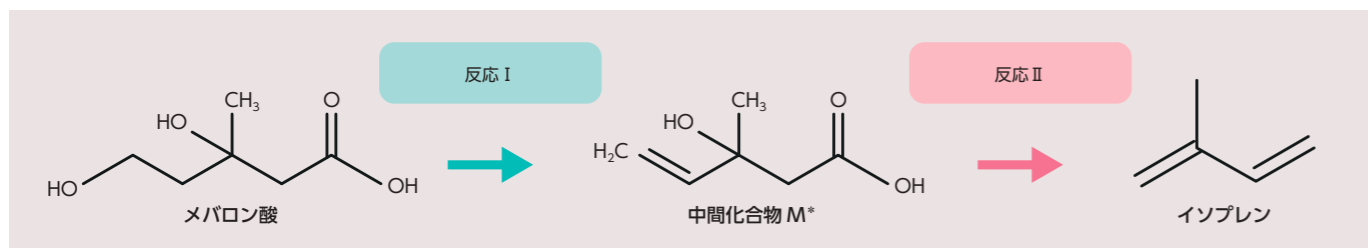

図4 BioProVによって設計したメバロン酸からイソプレレンまでの人工代謝経路
**白井:**目的化合物をイソプレンとしてシミュレーションを行った結果、10を超える人工代謝経路の候補が出てきました。それを二つの観点で絞り込んでいきました。一つ目は、反応の実現性です。具体的には反応の前後でのエネルギーの変化度合いを計算し、目的の反応方向に進みやすいものを選びます。二つ目は、反応の数が少ないことです。そして、メバロン酸からわずか2段階でイソプレンを生合成できる代謝経路を選びました(図4)。ここまで約1年かかりました。
**白井:** 私たちが採用した人工代謝経路では、1段階目の反応でメバロン酸から中間化合物が作られ、2段階目で中間化合物からイソプレレンが作られます(図4)。私たちはこの中間化合物を「M\*(エムスター)」と名付け、まずはM\*からイソプレレンをつくる反応を実現することを目指しました。